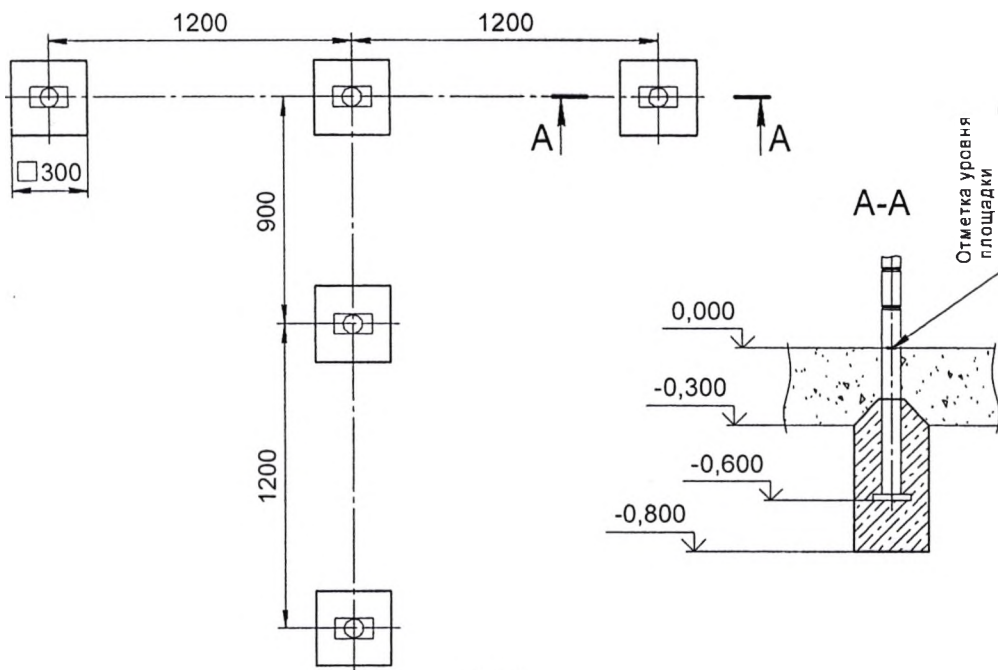

Рис. 3.
- Подготовить приямки по схеме на рис. 3.